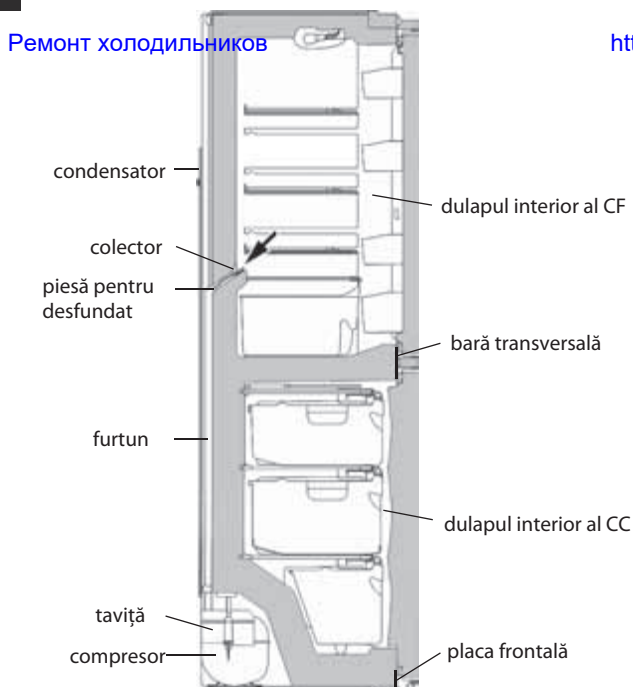

Figura 11 — Schema scurgerii apei rezultate în urma topirii din CF
4.2.1 În CF se folosește un sistem automat de dezghețare. Bruma, care apare pe peretele din spate a CF, după deconectarea compresorului care lucrează în ciclu, se topește și se transformă în picături de apă. Picăturile de apă rezultată în urma topirii se scurg în colector, apoi prin gaura acestuia și prin furtun - în tavița de pe compresor, în conformitate cu figura 11 și se evaporă. Gaura colectorului este dotată cu o piesă pentru prevenirea înfundării sistemului de drenaj.
Prezența apei în colector indică înfundarea sistemului de drenaj. Pentru eliminarea înfundării folosiți piesa corespunzătoare și curățați gaura colectorului, astfel ca apa să se scurgă liber în taviță, apoi spălați piesa și instalați-o în conformitate cu figura 11.
SE INTERZICE să utilizați frigiderul cu sistemul de scurgere înfundat. Apa care a apărut pe fundul CF sau care a ajuns în locul de alăturare a barei transversale și a dulapului interior al CF, în conformitate cu figura 11, poate provoca coroziunea dulapului exterior al frigiderului și elementelor agregatului frigorific, defectarea izolației termice, form-